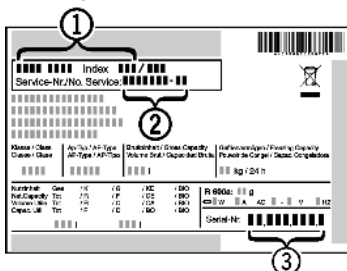

Fig. 42
- ▶ Odczytać z tabliczki znamionowej oznaczenie urządzenia *Fig. 42 (1)*, nr serwisowy *Fig. 42 (2)* oraz numer seryjny *Fig. 42 (3)*. Tabliczka znamionowa znajduje się po lewej stronie wewnątrz urządzenia.